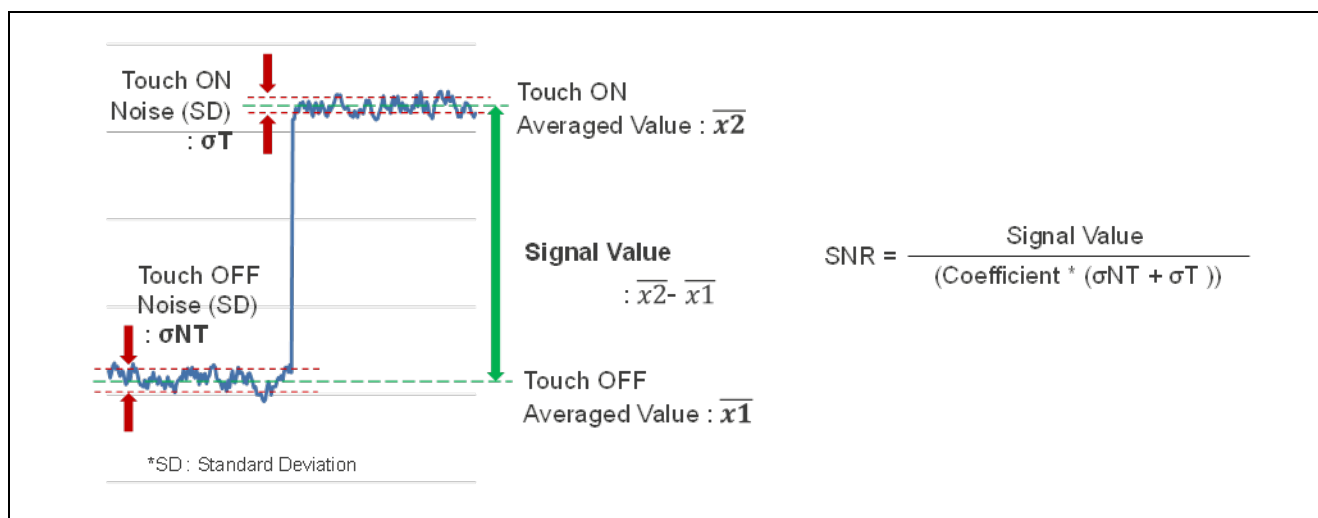

図 8-3 VMM 方式の SNR 導出方法
CapTouch ステータス・チャート (QE) ビューにある「データ収集の開始」ボタンを押すとデータ収集設定のダイアログを表示します。SNR 計測はボタンのみ対応しており、ホイールやスライダは非対応です。詳細は QE for Capacitive Touch のヘルプを参照して下さい。図 8-3 に VMM 方式の SNR 導出方法を示します。